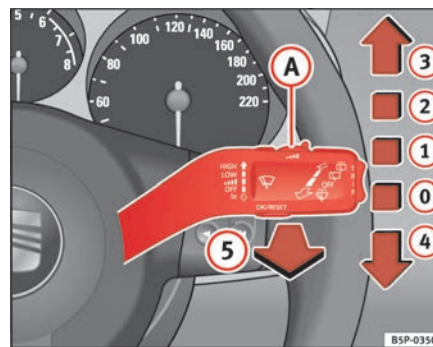

Fig. 86 Palanca del limpia-lavacristales
La palanca del limpiacristales ⇒ fig. 86 tiene las siguientes posiciones:
- Si se detiene el vehículo estando el limpiaparabrisas funcionando en la posición \Rightarrow página 127, fig. 86 ② o en la posición ③, automáticamente comenzará a funcionar en una posición inferior. Si el vehículo reinicia la marcha, el limpiaparabrisas seguirá funcionando en la posición seleccionada originalmente